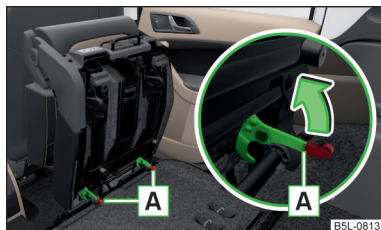

Fig. 65
- Blocați scaunul la capătul ghidajului prin apăsarea elementelor de blocare **A** în sensul săgeții » fig. 65.
- Dacă scaunul este demontat, acesta trebuie așezat mai întâi în ghidaje și apoi blocat **A** » fig. 65 la pagina 75 cu elementele de blocare scaun. Trăgând în sus de scaun, asigurați-vă că acesta este blocat corespunzător.